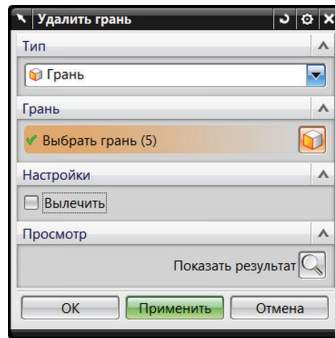

Рис. 4.8. Окно диалога «Удалить грань»
5. В появившемся окне диалога **Удалить грань** щелкните по кнопке **Выбрать грань** (рис. 4.8).